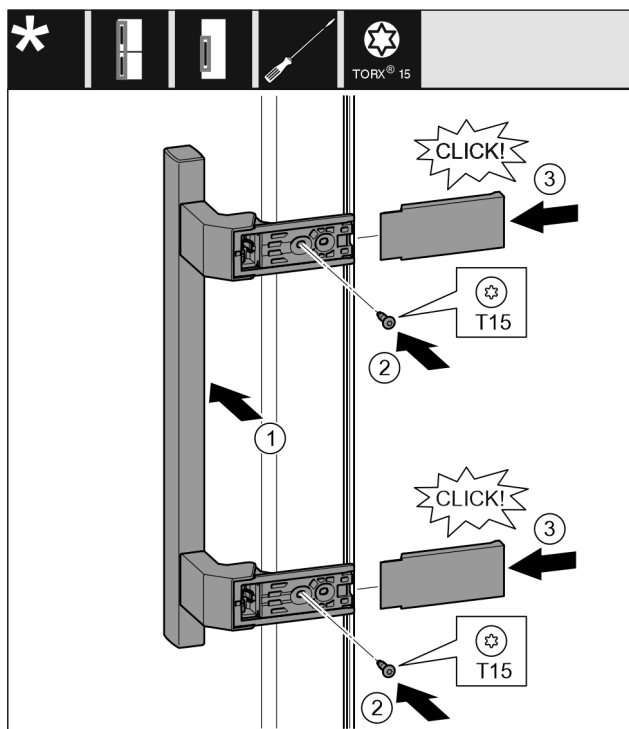

Fig. 15
- 将把手放到反面。Fig. 15 (1)
- 用 T15 螺丝刀拧紧螺钉。Fig. 15 (2)
- 将盖板放置到侧面并插入。Fig. 15 (3)